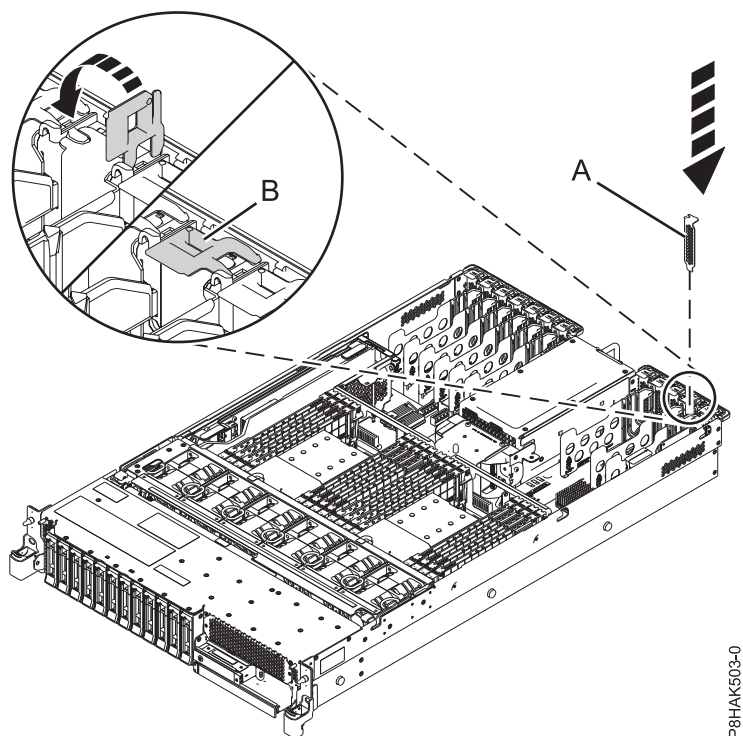

Figure 34. Installation d'un obturateur dans un emplacement de carte PCIe sur un système 5148-21L, 5148-22L, 8247-21L, 8247-22L, 8284-21A ou 8284-22A
- a. Saisissez avec précaution la contre-poupée de l'obturateur et alignez l'obturateur avec l'emplacement et son connecteur sur le fond de panier du système, comme illustré dans la figure 34.